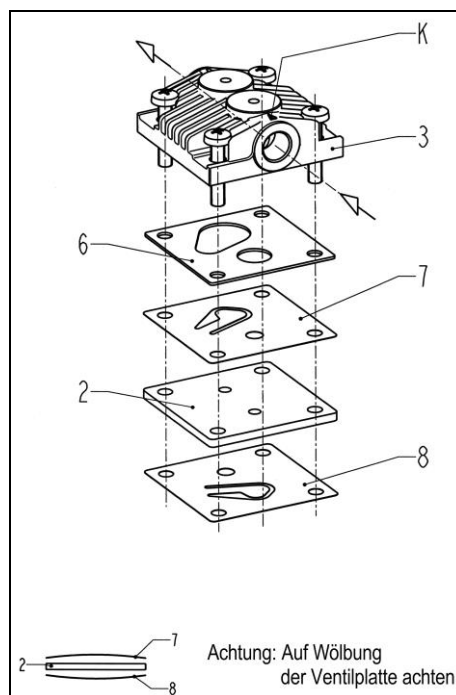

Abb. 8: Pumpenkopf (alle Typen)
5. "Kopfbaugruppe" wieder zusammenstellen: Rippendeckel (**3**), Dichtung (**6**), Ventilplatte (**7**), Zwischenplatte (**2**) und Ventilplatte (**8**) in dieser Reihenfolge aufeinander legen. Abbildung 8 zeigt die Ausrichtung der Teile, insbesondere der Ventilplatten, bezogen auf das Kompressionszeichen des Rippendeckels. Die beiden Ventilplatten sind baugleich, Ober- und Unterseite identisch. Ober- und Unterseite der Zwischenplatte sind ebenfalls identisch.